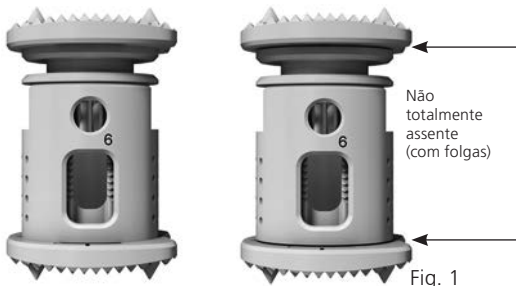

Fig. 1
- Ao pressionar as placas terminais, certifique-se de que a placa terminal assenta de forma adequada no corpo de base. Pode verificar visualmente. Se a placa terminal não assentar devidamente, existe o risco de se separar do corpo de base (ver Fig. 1).